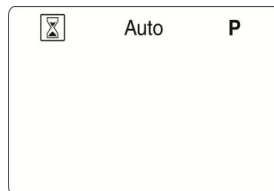

Fig. 9
- 1) Druk op de afstandsbediening op de toets (▶) totdat het symbool  voor manuele werking wordt geselecteerd, zie Fig.9;